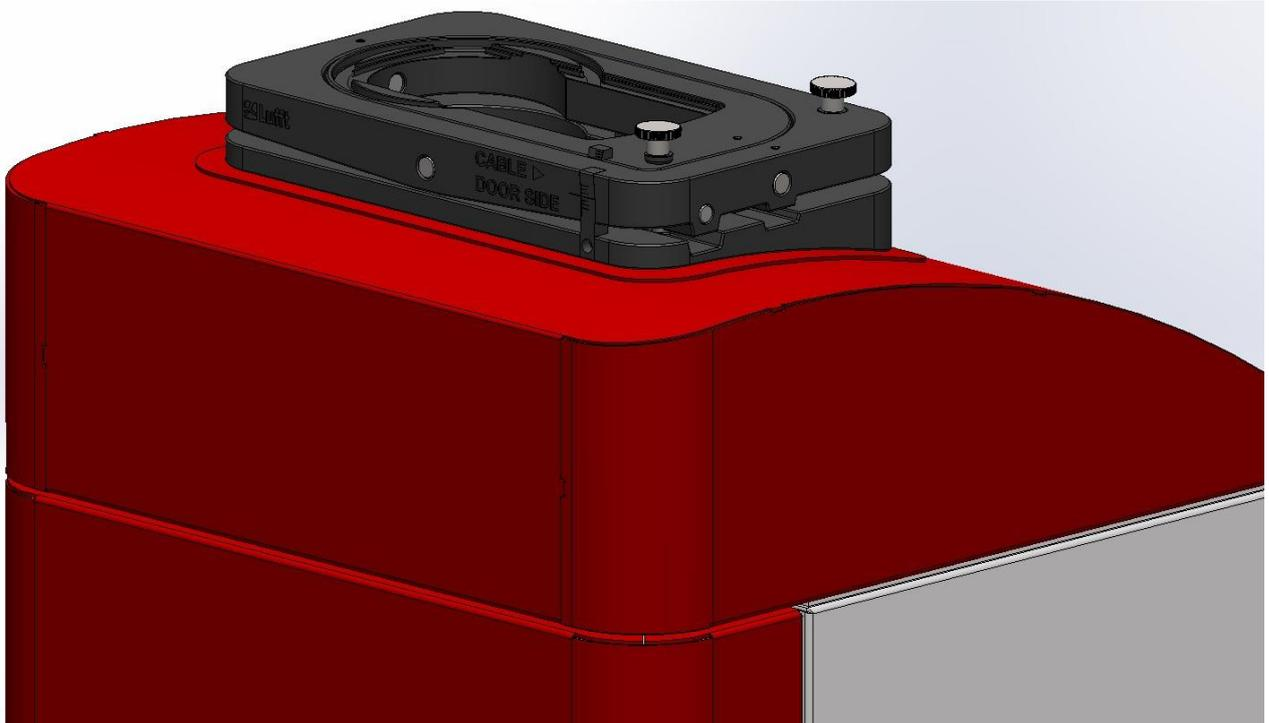
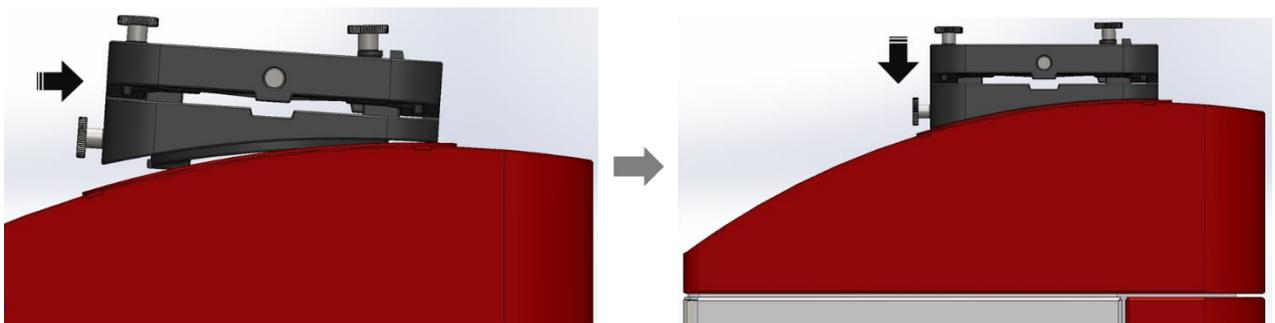

Abbildung 5 Ausrichtung des Winkeladapters auf den Wolkenhöhenmesser.
Abbildung 6 Aufsetzen des Winkeladapters auf den Wolkenhöhenmesser.
2. Aufsetzen des Winkeladapters. Die Seite mit der Bezeichnung „Door“ zeigt zur Vorderseite des Wolkenhöhsimulators, an der sich die Gehäusetür befindet (siehe Abbildung 5). Den Winkeladapter erst vorne einsetzen und auf Anschlag schieben, danach nach unten in die Haubenöffnung drücken (siehe Abbildung 6).